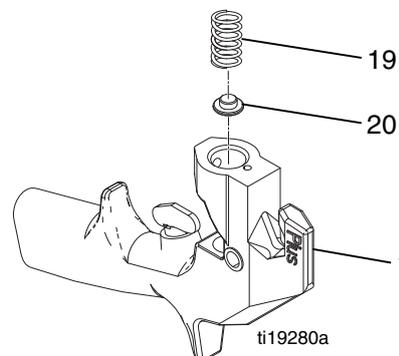

FIG. 15
5. Se la molla (19), era stata rimossa, ingrassare il regolatore della molla (20) e posizionarvi la molla, quindi lasciar cadere nel corpo della pistola (1). Vedere la FIG. 15.